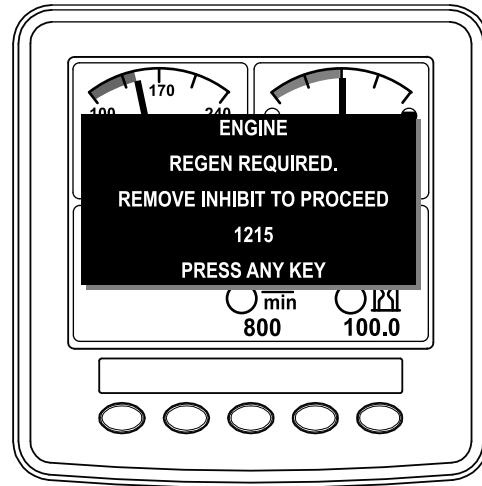

Bild 45
**Hinweis:** Wenn INHIBIT REGEN. auf ON eingestellt ist, wird im InfoCenter ADVISORY #1215 angezeigt (Bild 45). Drücken Sie eine beliebige Taste, um die Einstellung für das Verhindern der Regenerierung auf OFF einzustellen und die Zurücksetzen-Regenerierung fortzusetzen.